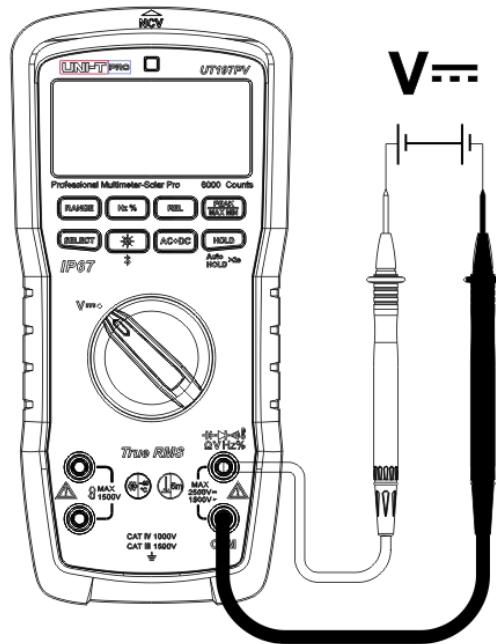

Abbildung 7
3. DC-Spannungsmessung (Abbildung 7)